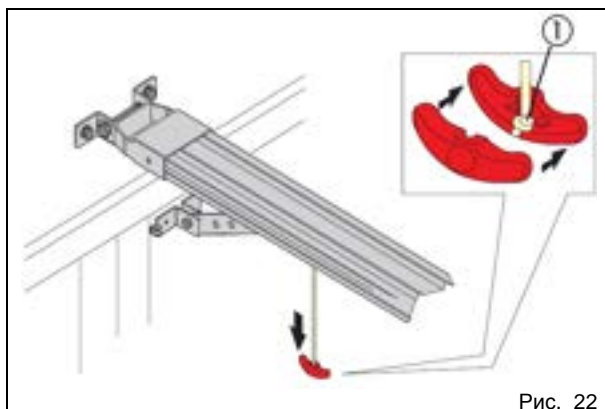

Рис. 22
- 2) На конце тросика завязать узел и закрепить наконечник (рис. 22).
- 3) Потянуть за наконечник и проверить, можно ли открыть ворота вручную (рис. 22).